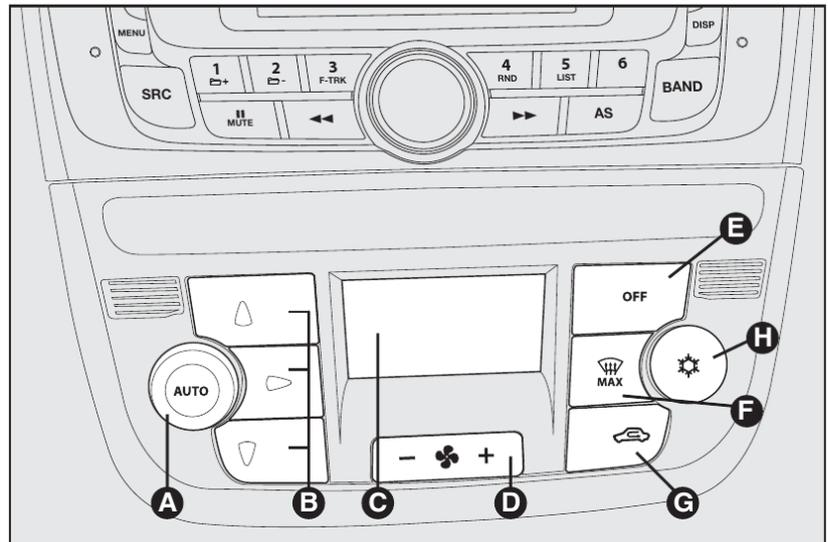

fig. 54
#### COMANDOS - fig. 54
#### Seletor de regulagem da temperatura do ar - A-fig. 54
#### Botões de seleção da distribuição dianteira do ar - B-fig. 54
**Botão de ativação/desativação da recirculação de ar - G-fig. 54**
**Botão de controle da velocidade do ventilador - D-fig. 54**
**Botões AUTO (funcionamento automático) - A-fig. 54**
**Botão de ativação/ desativação do compressor condicionador - H-fig. 54**
#### **Botão para o desembaçamento/descongelamento rápido dos vidros - F-fig. 54**
#### **Desligamento do sistema (OFF) - E-fig. 54**